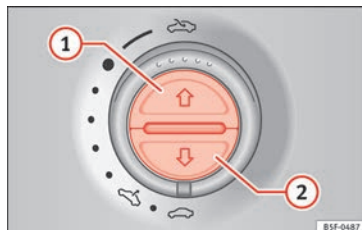

Fig. 138 En el revestimiento interior del techo: teclas para la persianilla parasol.
Abrir por completo (automáticamente):	Pulse la tecla » fig. 138 ① brevemente.
Detener el funcionamiento automático:	Pulse brevemente la tecla » fig. 138 ① o » fig. 138 ②.
Ajustar la posición intermedia:	Mantenga pulsada la tecla » fig. 138 ① o » fig. 138 ② hasta alcanzar la posición.
Cerrar por completo (automáticamente):	Pulse la tecla » fig. 138 ② brevemente.
• **Persianilla parasol:** dentro de 5 segundos, tras el disparo de la función antiaprisionamiento, pulse la tecla » fig. 138 ② hasta que la persianilla parasol se cierre por completo.